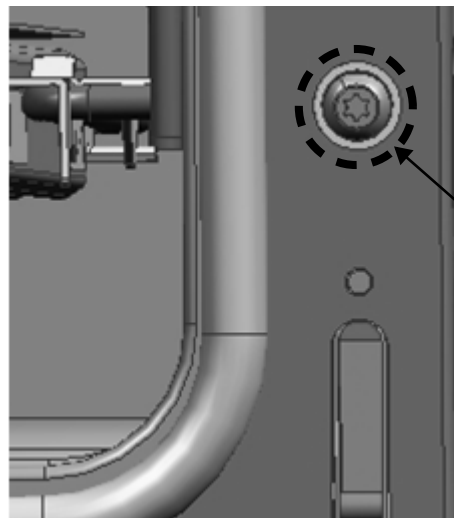

FIGURE 8: VIS D'AJUSTEMENT DES CHARNIÈRES
3. Si la porte ou la poignée semble légèrement inclinée d'un côté ou de l'autre, vous pouvez ajuster l'inclinaison en vissant ou dévissant à l'aide d'un grand tournevis Torx T-20 la vis Torx de la charnière, située directement au-dessus de la fente de la charnière. Tournez la vis jusqu'à ce que la porte soit correctement alignée (*Figure 8*).